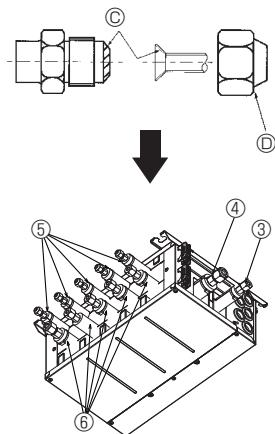

Fig. 7-2
- ① Breng op het gehele oppervlak van de optrompzitting koelolie aan (Fig. 7-2).
- ② Gebruik in principe de optrompmoeren die zich op de behuizing bevinden (in de handel verkrijgbare optrompmoeren kunnen scheuren).